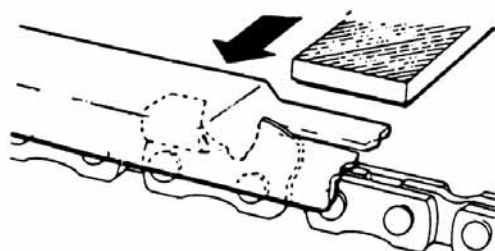

Fig. 4-3
- 3) Placera djupmallverket på tanden. Om underställningsmallen sticker ut, skall den filas tills den är i plan med verktygets topp. Fila alltid från kedjans insida mot en utvändigt tand. (Fig. 4-3)